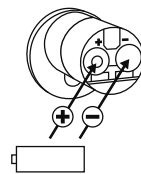

Abb. 160
- 3 Legen Sie zwei neue Batterien ein. Achten Sie dabei auf die korrekte Polung gemäß der Zeichnung (Abb. 160).